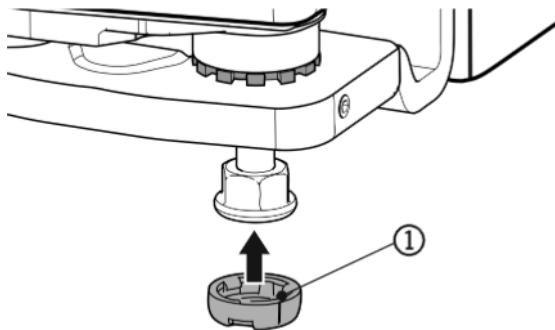

Fig. 5
- Вставить колпачок Fig. 5 (1). Следить за правильной посадкой.